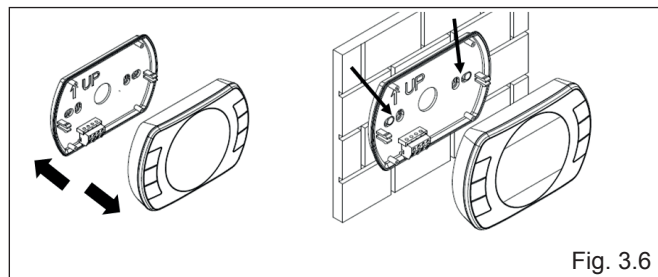

Fig. 3.6
- separare il pannello comandi dallo zoccolo (fig. 3.6)
- utilizzare lo zoccolo come dima per segnare i punti di fissaggio sulla parete (fig. 3.6)